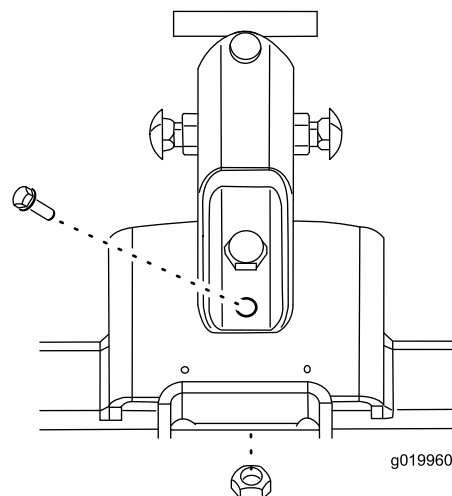

Figura 7
- Installate una vite (3/8 poll.) nel nuovo foro praticato e fissate il gruppo staffa con un dado flangiato (3/8 poll.) (Figura 7).